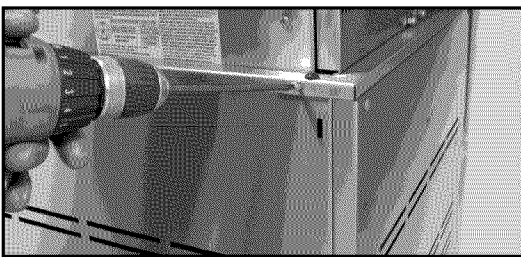

Fig. 15
4. Fixez la tête à l'arrière du chariot (Fig. 15) à l'aide de (2) vis cruciformes fournies (10-24 x 1/2").